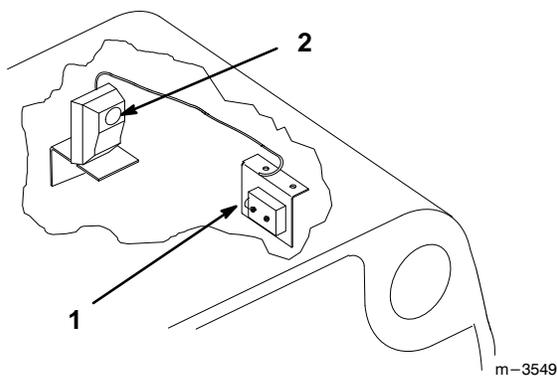

Abbildung 55
2. Bei offener Tür die Linsen von Sender und Empfänger mit einem weichen Tuch oder einem Papiertuch sauberwischen (Abb. 55).
3. Zur Funktionskontrolle des Sensors Zündschlüssel und PTO-Schalter auf "ON" drehen, aber den Motor nicht starten. Ein Stück festen Karton vor den Sender halten, um den Lichtstrahl zu blockieren (Abb. 55). Es sollte der Alarmsumnton ertönen.